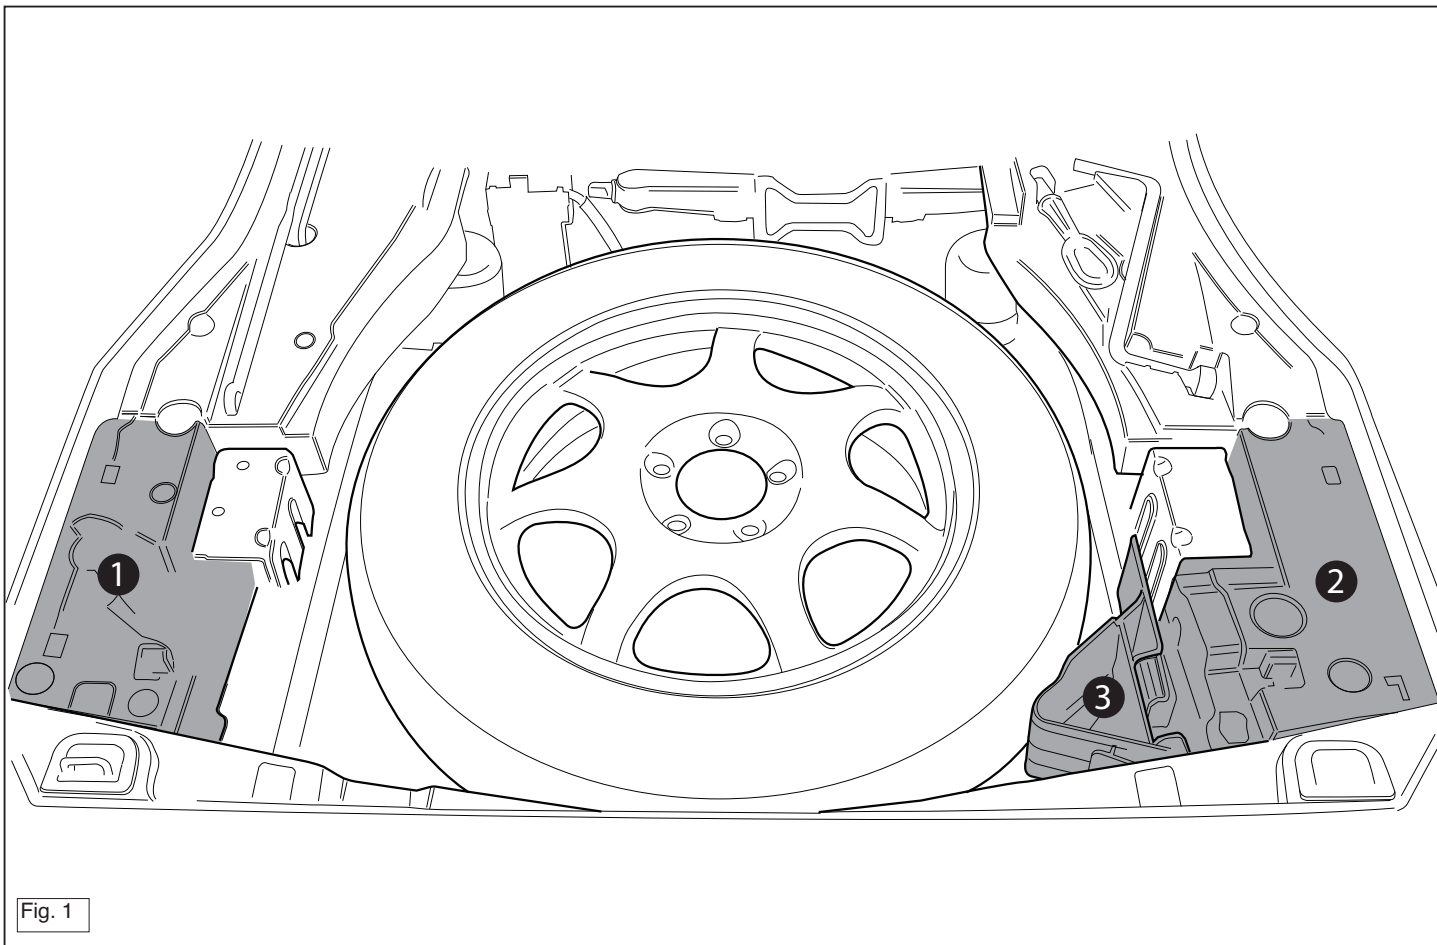

Fig. 1
3. Снять детали, указанные в рис. 1.